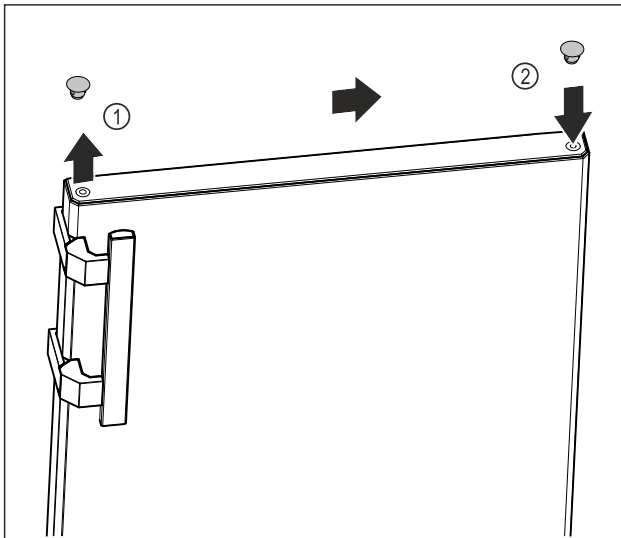

Fig. 10
- ▶ S ploščatim izvijačem previdno privzdignite pokrivni čep na zgornji strani vrat Fig. 10 (1).
- ▶ Pokrivni čep vstavite na nasprotni strani. Fig. 10 (2)